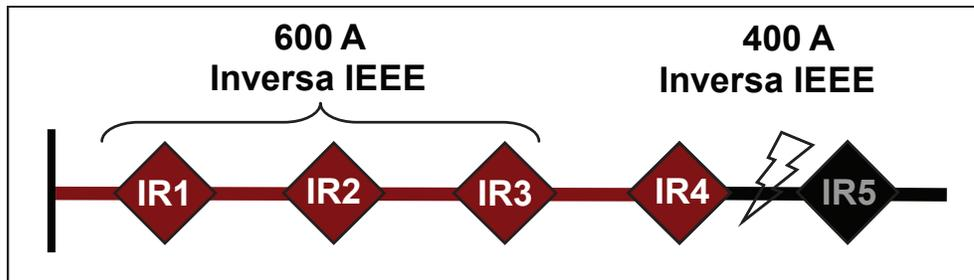

Figura 25. Falla permanente de la CEC; IR2 e IR3 cambian a una curva TCC más lenta.
- IR2 e IR3 cambian a una curva TCC más lenta. Vea la Figura 25 en la página 44.